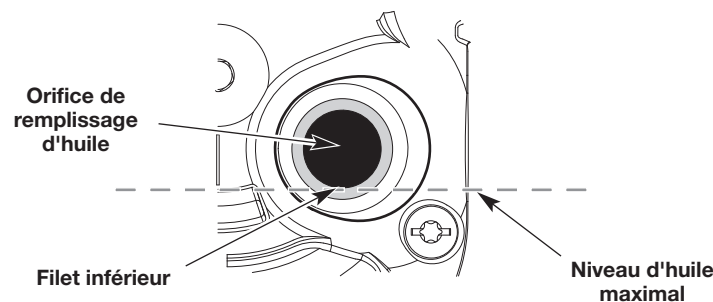

Fig. 27
5. Regardez dans l'orifice de remplissage d'huile, utilisez une lampe de poche si nécessaire. **Le niveau d'huile doit à peine toucher le filet inférieur de l'orifice de remplissage d'huile** (Fig. 27).